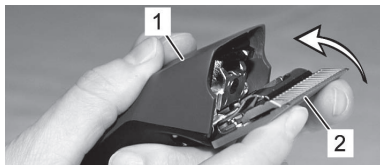

Fig. 15
6. Fixe a nova cabeça de tosquia na articulação e empurre a cabeça de tosquia em direcção à máquina com uma leve pressão (Fig. 15, 16, 17).